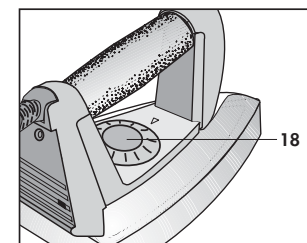

Fig. 19
- Regolare il flusso del vapore mediante il volantino (6) posto sull'apparecchio nella posizione di minimo ruotandolo in senso antiorario
- Regolare la temperatura del ferro da stiro in corrispondenza del tessuto da stirare, agendo sul volantino (18). Fig. 19
- Premere il tasto di comando vapore (19) posto sull'impugnatura del ferro da stiro, per attivare o disattivare la funzione di erogazione del vapore. Fig. 19 bis
Fig. 19 bis